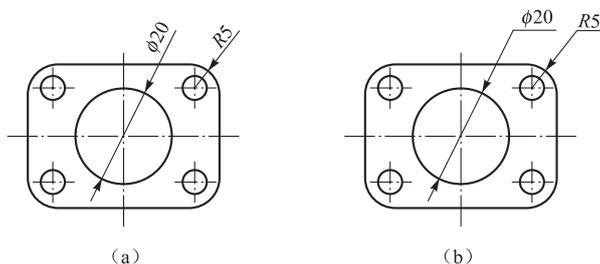

图 2-92 标注的更新
例如，要使用“更新标注”命令将如图 2-92 (a) 所示的 $\phi 20$ 、 $R5$ 的文字标注形式改为图 2-92 (b) 的水平方式，可按如下步骤进行操作。
- ① 单击“替代”按钮，在弹出的“替代当前样式”对话框中选择“文字”选项卡。
- ② 在“文字对齐”设置区中选中“水平”单选按钮，然后单击“确定”按钮。
- ③ 在“标注样式管理器”对话框中单击“关闭”按钮。
- ④ 在图形中选择需要修改其标注的尺寸，如圆角的尺寸标注 $\phi 20$ 、 $R5$ 。
- ⑤ 按 Enter 键，结束对象选择，则更新后的标注如图 2-92 (b) 所示。